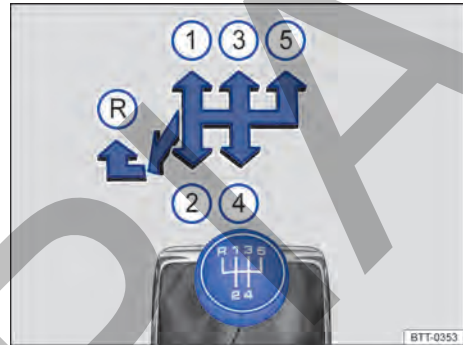

Fig. 77 Esquema de cambio de marchas.
Las posiciones de cada marcha están representadas en la palanca de cambios → fig. 77.
- Empujar la palanca de cambios totalmente hacia la izquierda y después hacia adelante hasta la posición de la marcha atrás → fig. 77 (R).